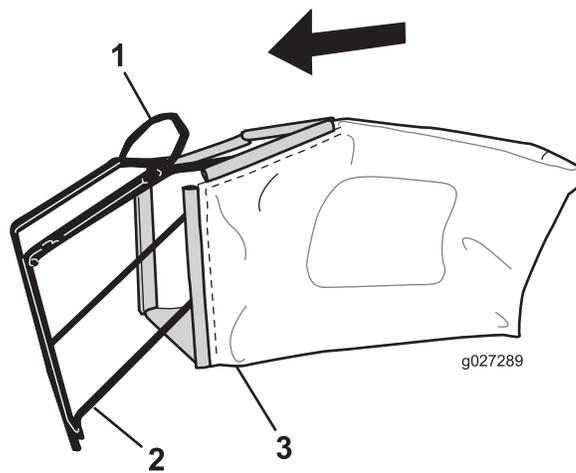

Figure 8
Remarque: Ne faites pas passer le bac sur le guidon (Figure 8).
1. Glissez le bac sur l'armature, comme montré à la Figure 8.